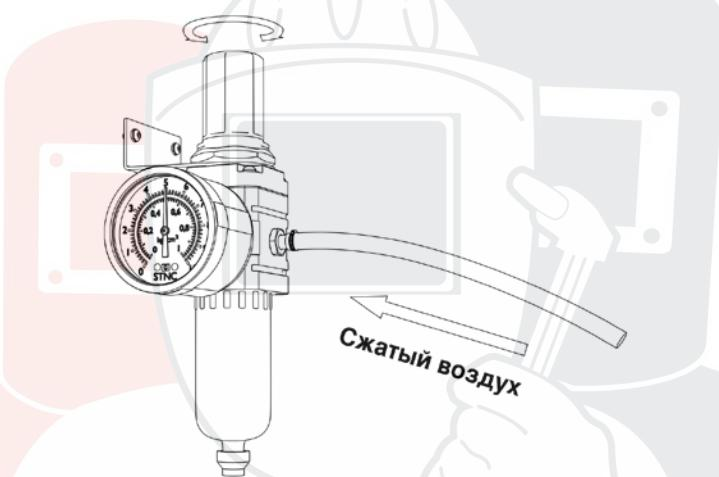

Рис. 8.4. Фильтр-регулятор аппарата воздушно-плазменной резки.
**ВНИМАНИЕ!** Давление сжатого воздуха должно быть постоянным и не ниже 0,5 мПа (См. рис.8.4). При работе на низком давлении сжатого воздуха срок службы плазмотрона сокращается.